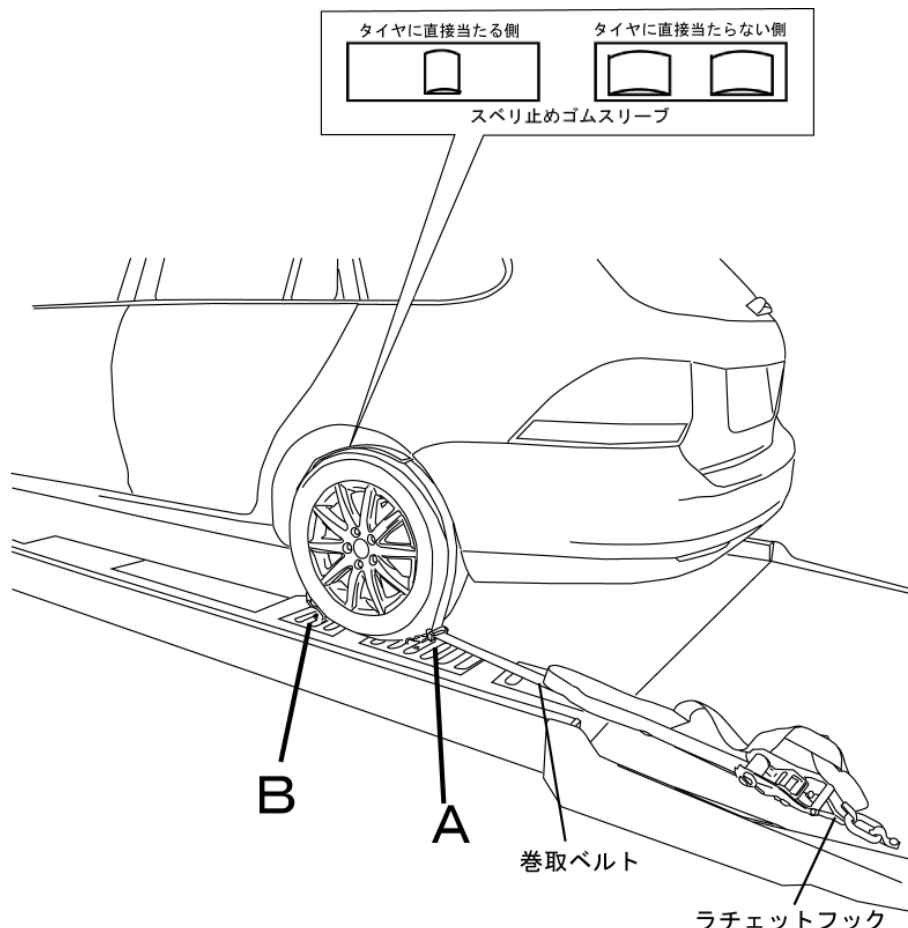
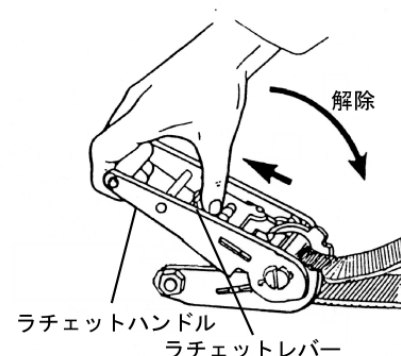

図1
図2
- ①ラチェットフックを積車のフックやリングに取り付けてください。
- ②積車の固定用穴（図1，A部）に巻取ベルト中間のJフックを取り付けてください。
- ③スベリ止めゴムスリーブの『タイヤに直接当たる側』をタイヤに直接当てて巻いてください。
- ④積車の固定用穴（図1，B部）に巻取ベルト末端のJフックを取り付けてください。
- ⑤ベルトがたるまないように巻取ベルトを引っ張ってください。この時、タイヤの上面にスベリ止めゴムスリーブをセットしてください。
- ⑥ラチェットハンドルを上下させて、強く締め付けてください。
- ⑦積車に載せている車輛1台に対して対角線上に本商品を2本使うと、より強固に車輛を固定することができます。本商品をフロント側に使用しない場合は、フロント側を確実に積車に固定してください。
- ⑧確実に積車に載せている車輛が固定されていることを確認後、走行してください。
- ⑨ベルト（車輛固定）の解除方法は、ラチェットレバーを矢印方向に引きながらラチェットハンドルを解除方向に動かしてください（図2参照）。タイヤ固定側の巻取ベルトをラチェットから引張り出すと締め付けを解除できます。